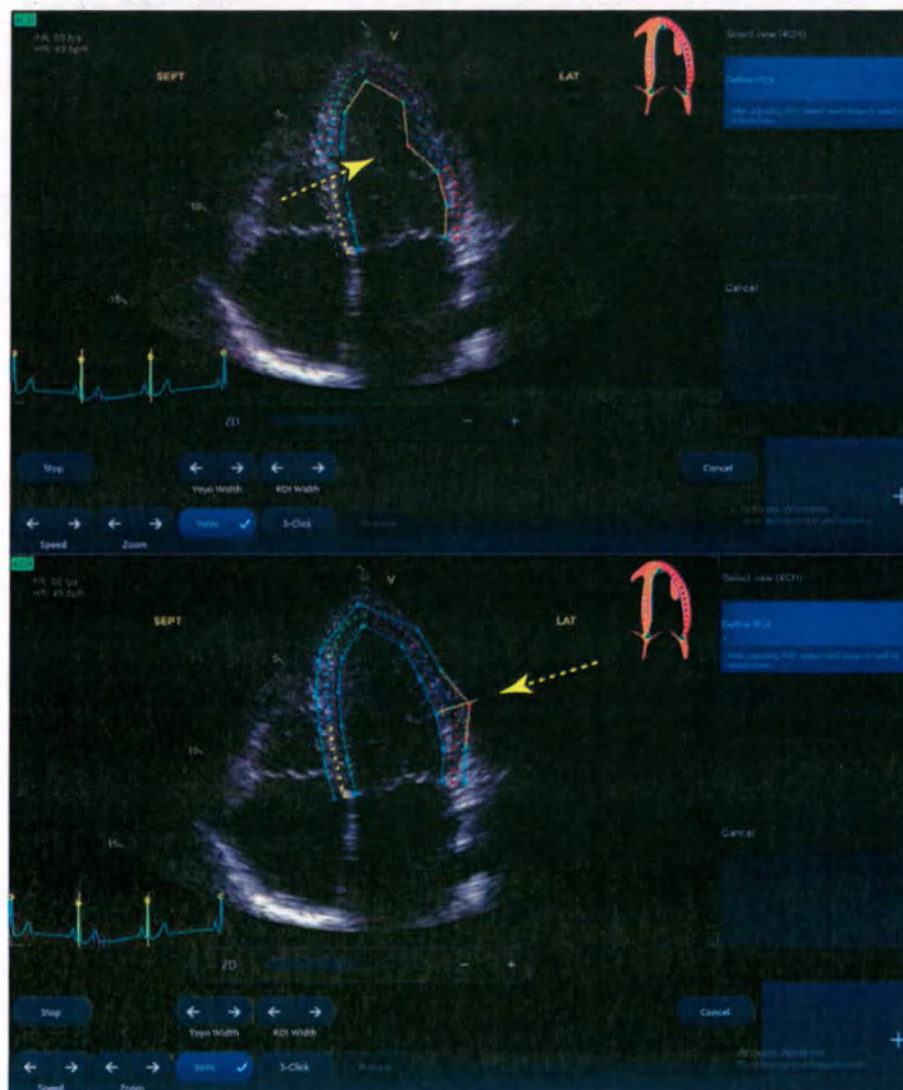

Рис. 8-18. Опции редактирования ИО
- Нажмите и перетащите (или нажмите, переместите мышь и отпустите кнопку) эндокардиальную часть ИО. Редактирование эндокарда изменяет всю ИО (Рис. 8-18, верхняя часть).
- Нажмите и перетащите (или нажмите, переместите мышь и отпустите кнопку) точки привязки в эпикардиальной ИО (высвечиваются красным при наведении курсора мыши). Редактирование эпикарда изменяет только эпикардиальную часть (Рис. 8-18, нижняя часть).
- **BE + Traces** (Круговая диаграмма + кривые) — помимо круговой диаграммы на экран выводятся кривые деформации для всех трех проекций. В данных проекциях можно корректировать положение пиков на кривых — либо нажимая на маркеры пиков и перетаскивая их, либо нажимая на соответствующий сегмент круговой диаграммы (см. рисунок 8-18).